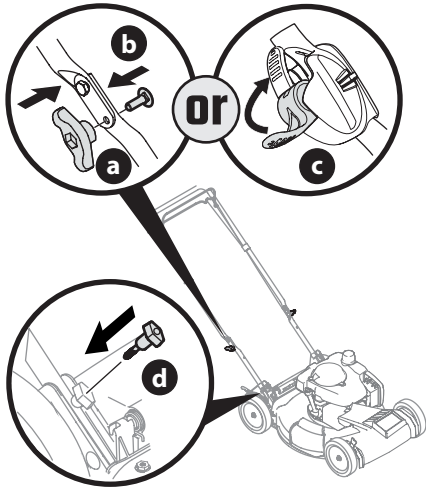

Figure 4
5. Remplacez les boutons étoile ou les écrous papillon (a) et les boulons de carrosserie (b) retirés à l'étape 1 dans les trous de la partie inférieure du guidon ou placez les loquets (c) dans la position de verrouillage (Figure 4).
6. Insérez les boulons à oreilles (d), retirés à l'étape 2, dans les supports du guidon et dans la partie inférieure (Figure 4). Serrez bien les boulons pour fixer le guidon.